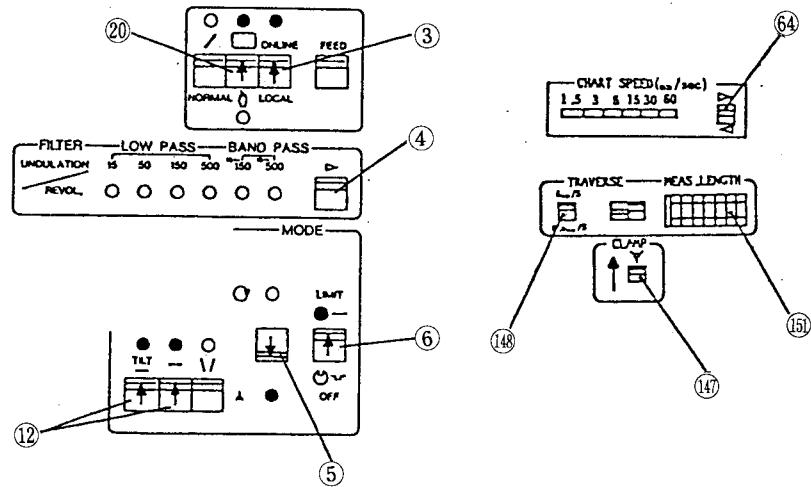

図 5-26
② 測定条件設定
- (1) ③、⑤、⑥、⑫、⑭ のスイッチを図 5-26 の様に設定する。
- (2) FILTER 切替スイッチ④により使用したいフィルタ値を選定する。
- (3) 検出器駆動速度スイッチ⑩により、検出器駆動速度を選定する。
- (4) 測定長さを⑯にて選定する。
- (5) 記録紙送り速度を⑭にて選定する。